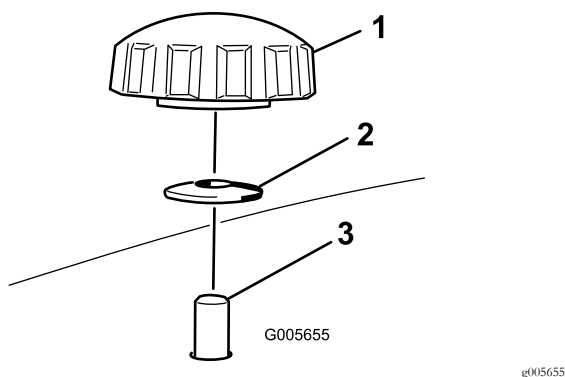

Figura 27
- Retire los 2 pomos y las arandelas curvas que sujetan el deflector derecho al cortacésped (Figura 27).
5. Coloque el deflector derecho debajo de la carcasa de corte y fíjelo usando 2 pomos y las arandelas curvas (cara ahuecada hacia el cortacésped) según se muestra en Figura 27 y Figura 28.